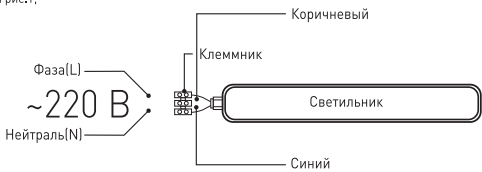

Рис.1. Схема подключения светильника к сети 220В.
3.3.2. Этот провод необходимо подключить к проводу источника питания с помощью клеммника в соответствии со схемой, изображенной на рис.1: